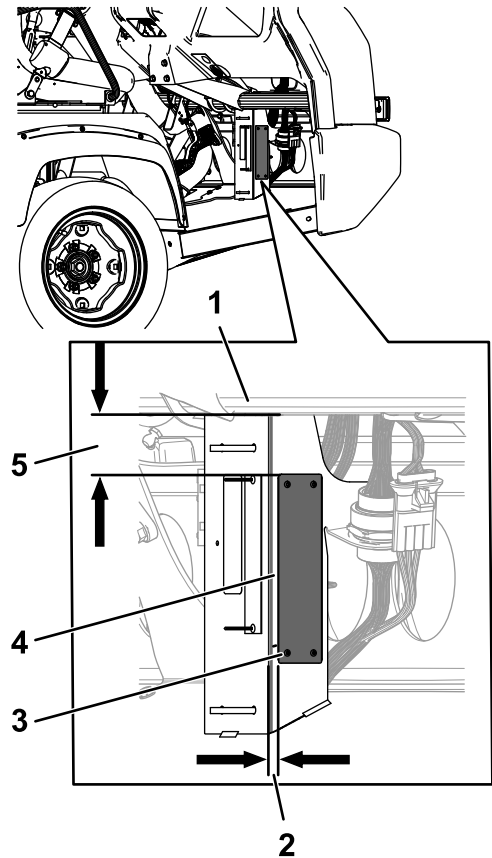

Figure 8
1. Fixez la plaque du numéro de série à l'emplacement indiqué à la Figure 8 à l'aide de 4 rivets aveugles (3 x 10 mm).